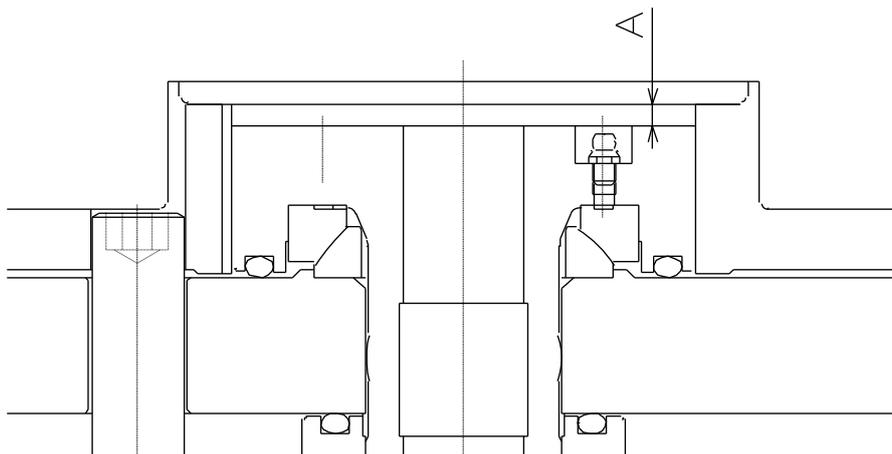

図 16
- ・ 連結用ハンドルを用いて図 16 のようにプランジャの位置を調整した後、キープレートを取り付けて回り止めとします。表 9 は標準仕様での調整位置を示します。仕様により異なる場合がありますので、納入仕様書も併せて参照してください。